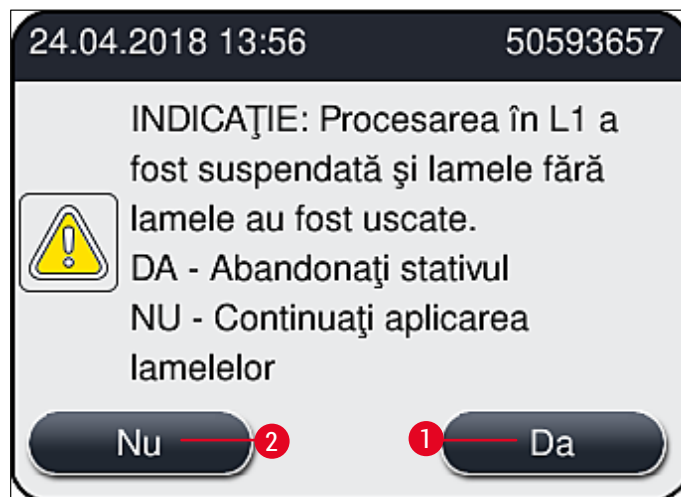

Fig. 113
9. Instrumentul realizează o scanare a nivelului de umplere. Utilizatorul primește un mesaj de informare la finalizarea verificării (→ Fig. 113).